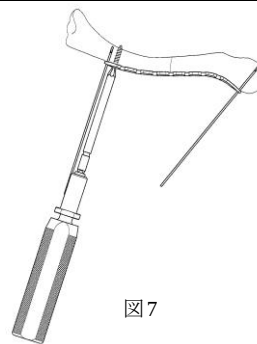

図7
- ** 8)** ヘクスローブ 15 パワービンドライバーの後端にトルクリミッター付きハンドル15を接続し、軸芯を傾けないよう、選択した長さのロックングスクリューを挿入します。 (図7)